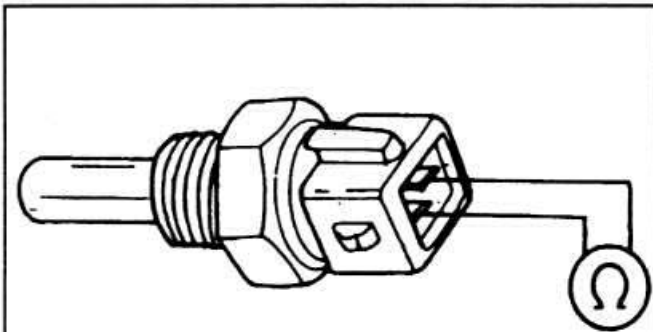

Рис. 1-37. Проверка сопротивления датчика температуры охлаждающей жидкости
- Присоединить омметр к выводам колодки датчика (рис. 1-37) и, погружая датчик в охлаждающую жидкость, проверить сопротивление датчика, которое должно быть в пределах  $2,2-2,7 \text{ кОм}$  при температуре  $17-23^\circ\text{C}$  и  $0,8-1,2 \text{ кОм}$  при температуре  $77-83^\circ\text{C}$ .